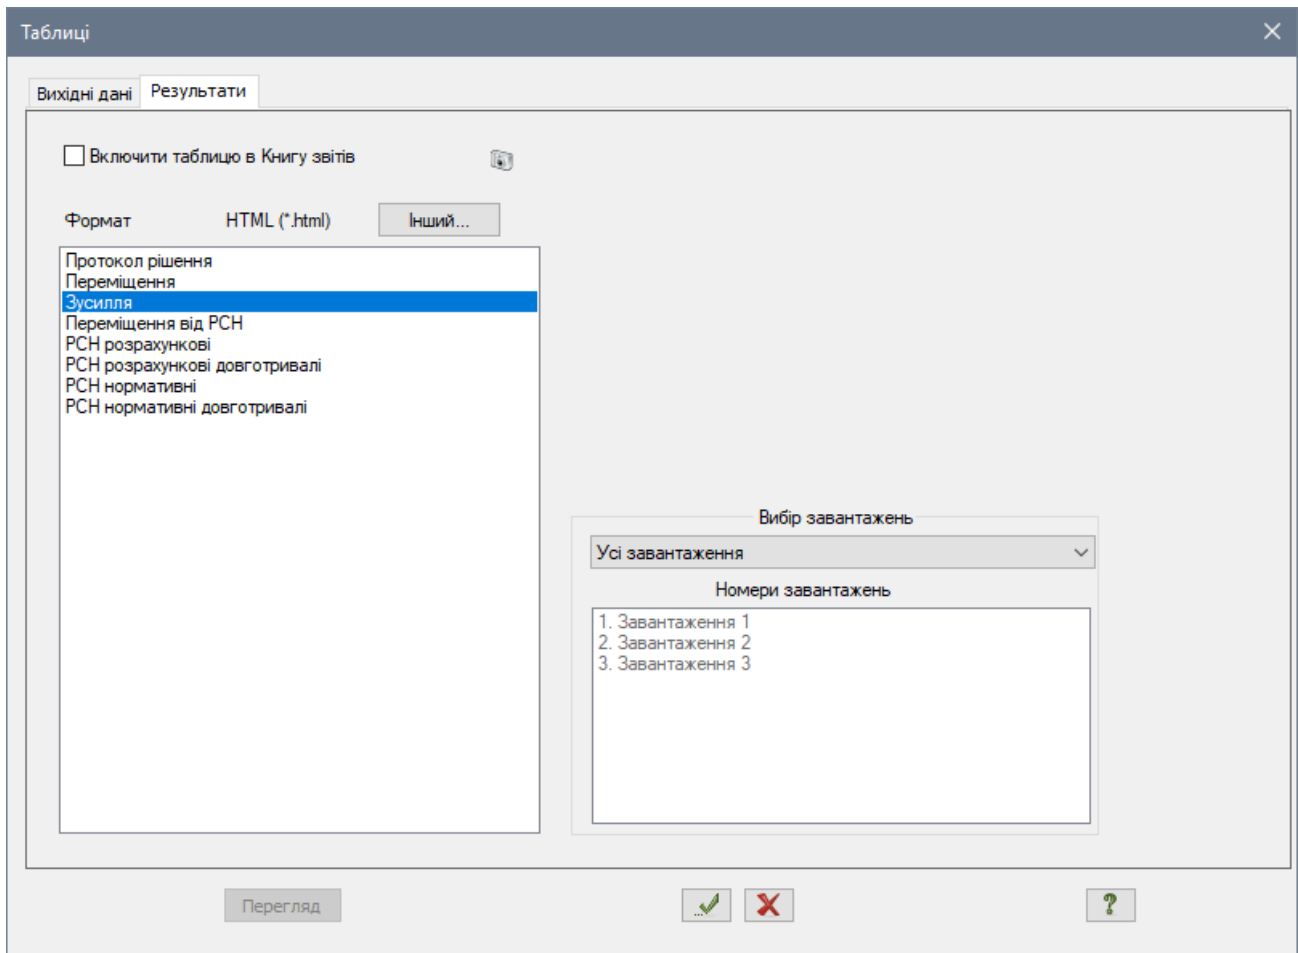

Рис. 9.36. Діалогове вікно Таблиці
- Після цього в діалоговому вікні **Таблиці** (рис. 9.36) виділіть рядок **Зусилля**.